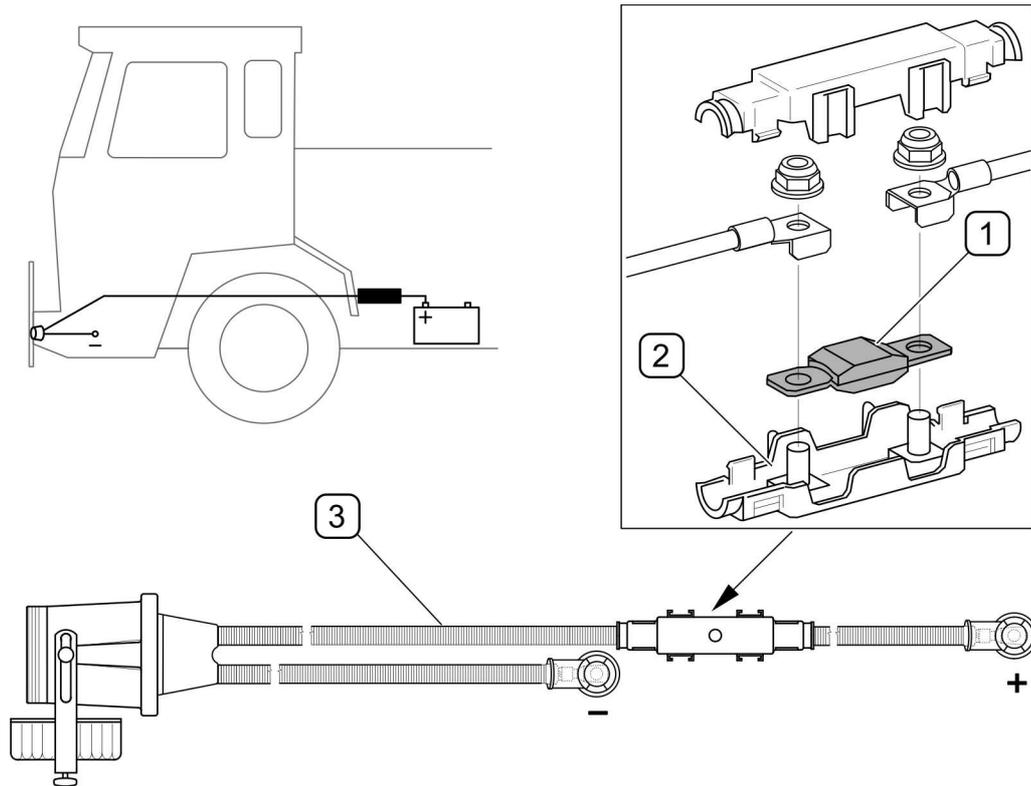

BILD 5.7 Sicherung für die elektrische Installation des Maschinenträgers
(1) - 150A MEGAVAL-Sicherung; (2) - Sicherungsgehäuse; (3) - Hochstrom-Steckdosen-Stromversorgungsstrahl
Bei Maschinenträgern mit elektro-hydraulischer Steuerung, die mit dem Energiestrahle 220N-70020000 der Firma PRONAR ausgestattet sind, befindet sich eine zusätzliche Sicherung (1) 150A MEGAVAL im Gehäuse (2) auf dem Netzkabel "+". (BILD 5.7).